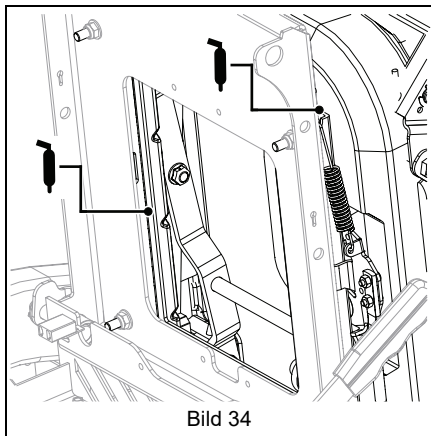

Bild 34
6. Stryk på fett på sätesskenorna genom spåren under sätet. Se Bild 34.